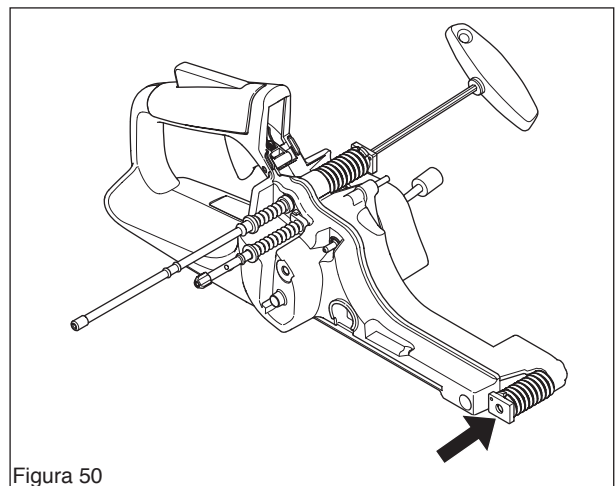

Figura 50
3. Desmontar los muelles de la unidad de depósito con una llave Allen de 5 mm. (Herramienta 502 50 18-01) (Ver la figura 50.)